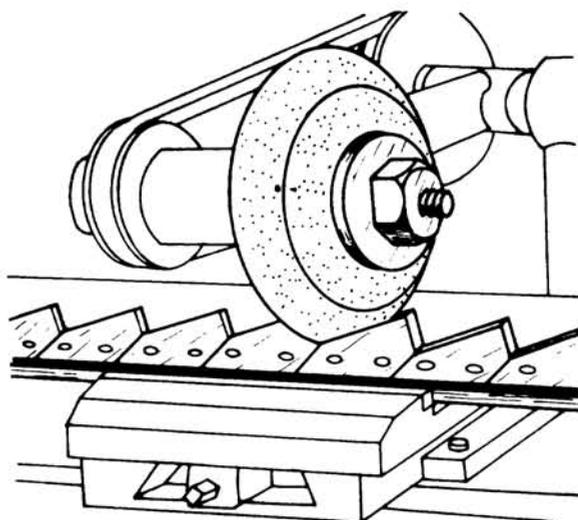

Fig. 1
- b Haga coincidir la unión de las cuchillas con el vértice de la piedra (fig. 1).